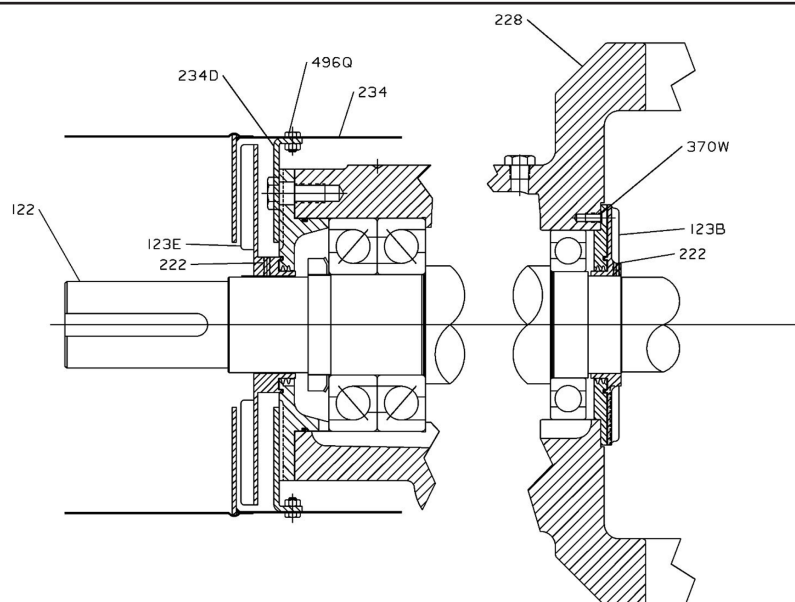

Fig. 21
O defletor de aquecimento radial (123B) substitui o INPRO radial padrão (123) e é removido do mesmo modo, exceto que os 3 parafusos de ajuste (222) precisam ser desapertados (Fig. 21). Remova e descarte a gaxeta térmica da tampa da câmara de selagem/estrutura (540C) (Fig. 16). (Substitua a gaxeta por uma nova durante a remontagem.)
1. Desaperte o parafuso de ajuste do defletor de aquecimento radial (222) (Fig. 21).
2. Desaperte o parafuso de ajuste do ventilador de impulso (222). O ventilador de impulso das bombas SA encaixa no diâmetro de acoplamento.
3. Deslize o ventilador de impulso (123E) para fora do eixo (122).